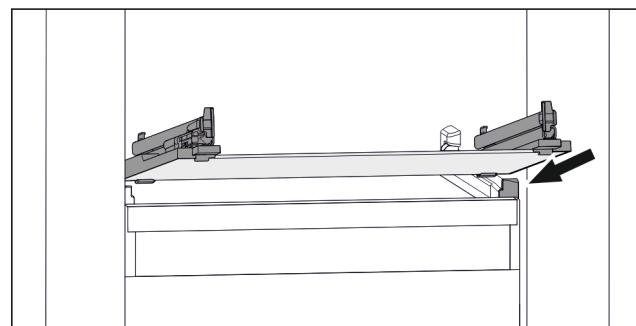

Fig. 75 Reprezentare exemplificativă a plăcii de sticlă
- Așezați placa de sticlă oblic în spatele opritoarelor. (vezi Fig. 75)